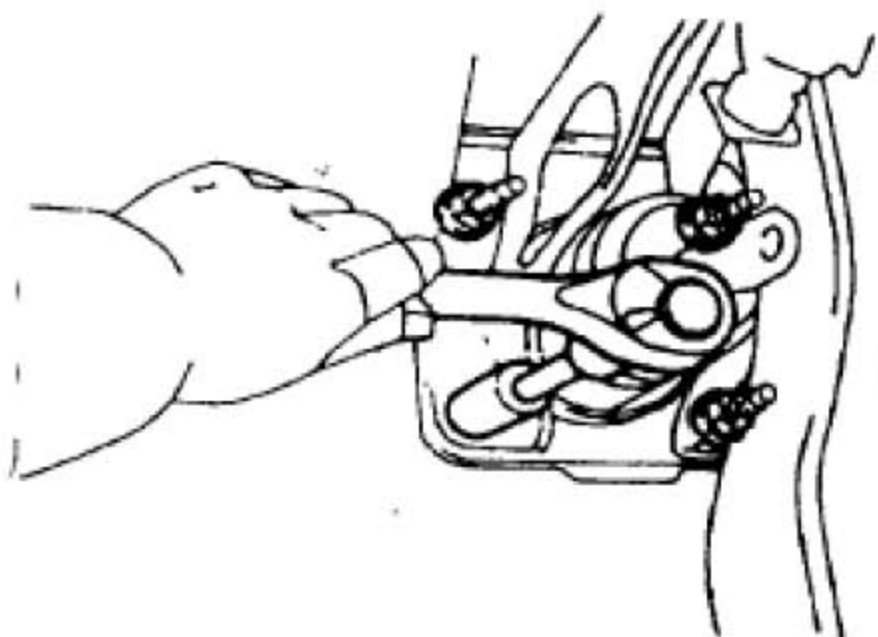

图3-10
- c). 拆下4个螺母和制动踏板支架，如图3-10所示。
- a). 用4个螺母安装制动踏板支架（见图3-10），拧紧力矩 :13N·m。